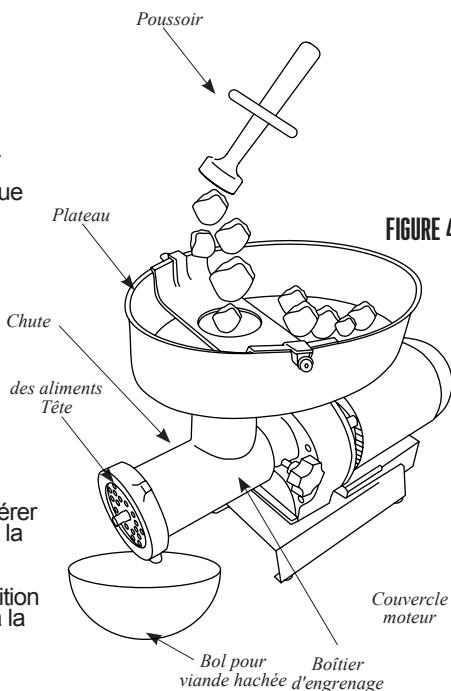

FIGURE 4
6. Placer un plat ou un bol pour récupérer la viande hachée lorsqu'elle tombe de la tête du hachoir (**FIGURE 4**).